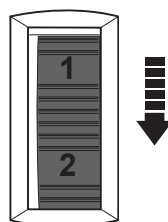

Fig. 5
- > Rotiți înapoi discul de viteză (1) (cum se vede din poziția operatorului) pentru a scădește viteza maximă (Fig. 5). O viteză redusă este potrivită pentru tăiere cu lame de ferăstrău grosiere și materiale dure.